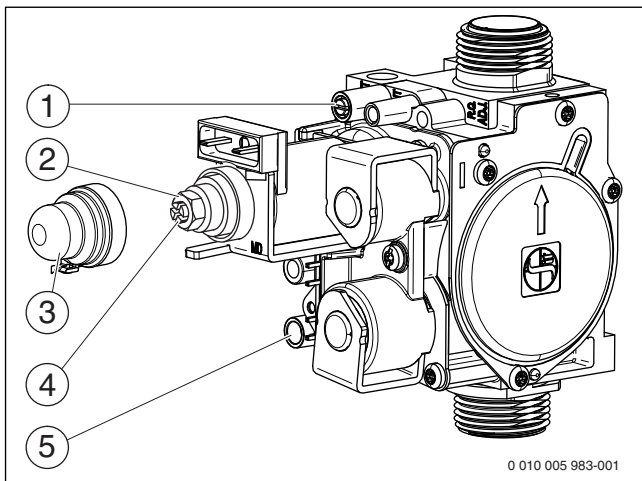

Рис. 32 Газовая арматура
- ▶ Отверните уплотнительный винт штуцера измерения давления на форсунках ( рис. 32, [1]) и подсоедините U-образный манометр.
- ▶ Снимите крышку ( рис. 32, [3]).
- ▶ Значение «max» давления (мбар) на форсунках приведено в таб. на стр. 46. Установите давление на форсунках регулировочным винтом максимального расхода газа ( рис. 32, [2]). Поворот направо - больше газа, поворот налево - меньше газа.
- ▶ Значение «min» давления (мбар) на форсунках приведено в таб. на стр. 46. Установите давление на форсунках регулировочным винтом минимального расхода газа ( рис. 32, [4]).
- ▶ Выключите котёл и закройте газовый кран, отсоедините U-образный манометр и заверните уплотнительный винт (рис. 32, [1]).
- ▶ Отверните уплотнительный винт на штуцере измерения подаваемого давления газа ( рис. 32, [5]) и подсоедините манометр.
- ▶ Установите и опломбируйте крышку ( рис. 32, [3]).